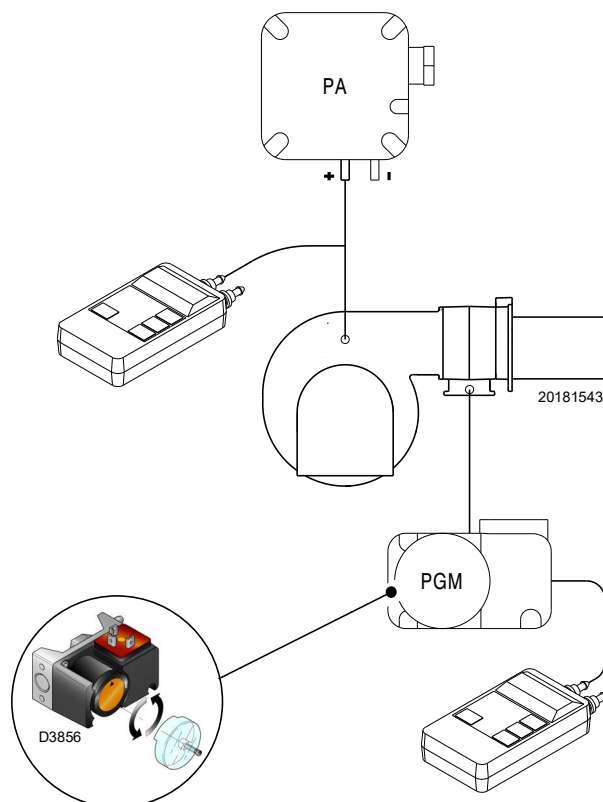

Fig. 30
- Régler le pressostat gaz maximum (Fig. 30 à la page 33) en fin d'échelle.
Effectuer le réglage du pressostat gaz seuil maximum (Fig. 30) après avoir effectué tous les autres réglages du brûleur avec le pressostat gaz seuil maximum réglé en fin d'échelle.